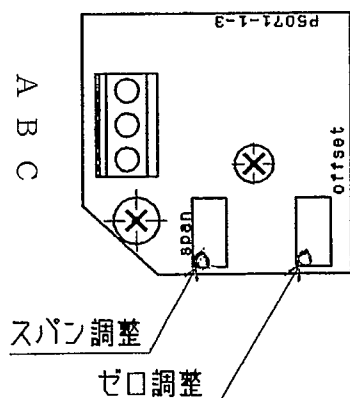

図2 基板
- ① ポジショナとアクチュエータとの零スパン調整終了後、アクチュエータの出力開度を0%の位置にしてください。
- ② 付属品区分：Jでは、正作動（時計回転方向）で出力信号が上昇するように配線されています。ポジショナを逆作動（反時計回転）としてご使用になる場合は、予め付属品区分：JRを指定願います。もし、納入品の作動方向及び出力信号の上昇方向を変更する際は、カムを反対の面に組み換えて、図2基板の端子「A」と「C」を入れ換えてください。
- ④ 図2に示す可変抵抗器で零・スパン調整を行ってください。